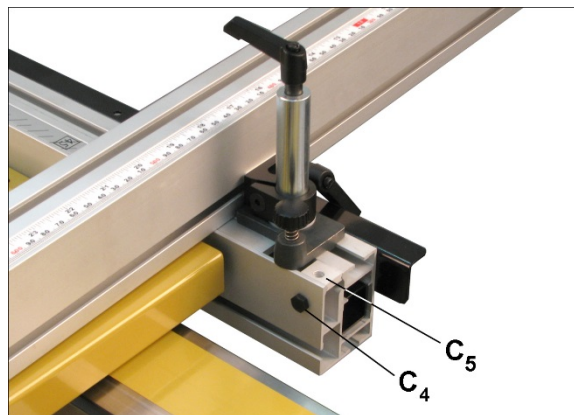

Рисунок 8-10
6. Ослабьте винт (С₄, рисунок 8-10) и задвиньте фиксатор угла (С₅) на направляющую настройки угла с задней стороны так, чтобы фиксирующий штифт вошел в отверстие.